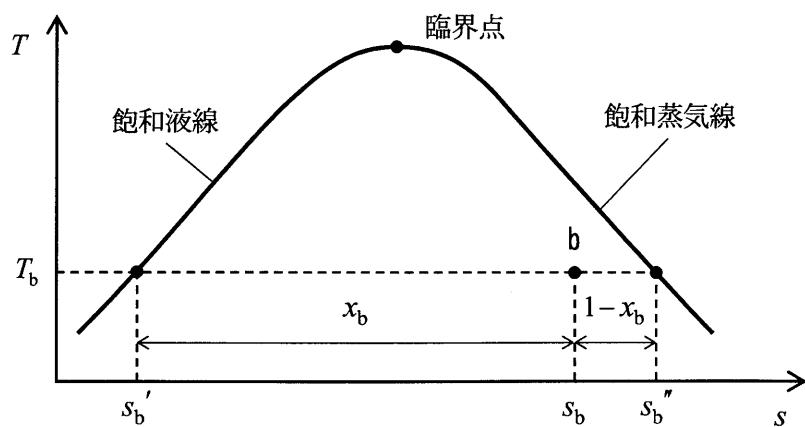

図2 $T-s$ 線図
なお、図2はタービン出口(状態 b)の湿り蒸気、及びその温度における飽和液線と飽和蒸気線上の比エントロピーを $T-s$ 線図上に示したものである。
1) 図1で、ポンプにより加圧された水は、ボイラ（過熱器を含む）を通って、1（状態a）となる。その後タービンへ導かれ、2過程により温度、圧力が低下し状態bとなる。この過程は可逆であるから、状態aの比エントロピー s_a と状態bの比エントロピー s_b には3の関係がある。ここで、図2に示すように、状態bの湿り蒸気の温度を T_b とすると、 s_b は、温度 T_b における、飽和液の比エントロピー s_b' 、乾き飽和蒸気の比エントロピー s_b'' 、及び状態bの乾き度 x_b を用いて、式 $s_b = \boxed{4}$ と表すことができる。